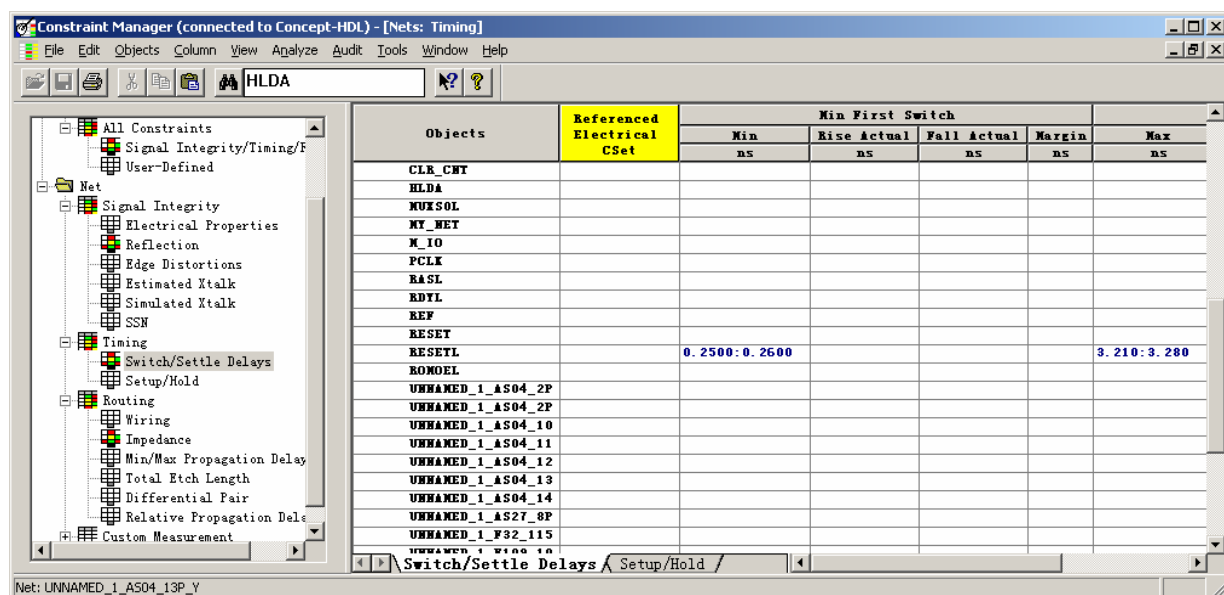

图 6-4 查看更改的设置
11. 打开【Switch/Settle Delays】工作表，查看更改的设置，请见图 6-4。